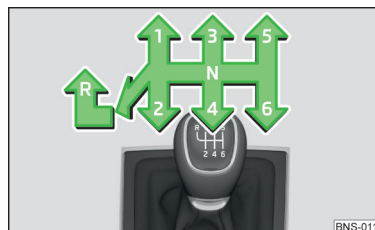

Abb. 255
Auf dem Schalthebel ist das Schaltschema für die einzelnen Gangstellungen dargestellt » Abb. 255.
- › Den Schalthebel nach unten drücken, völlig nach links und dann nach vorn in **R**-Stellung stellen » Abb. 255.